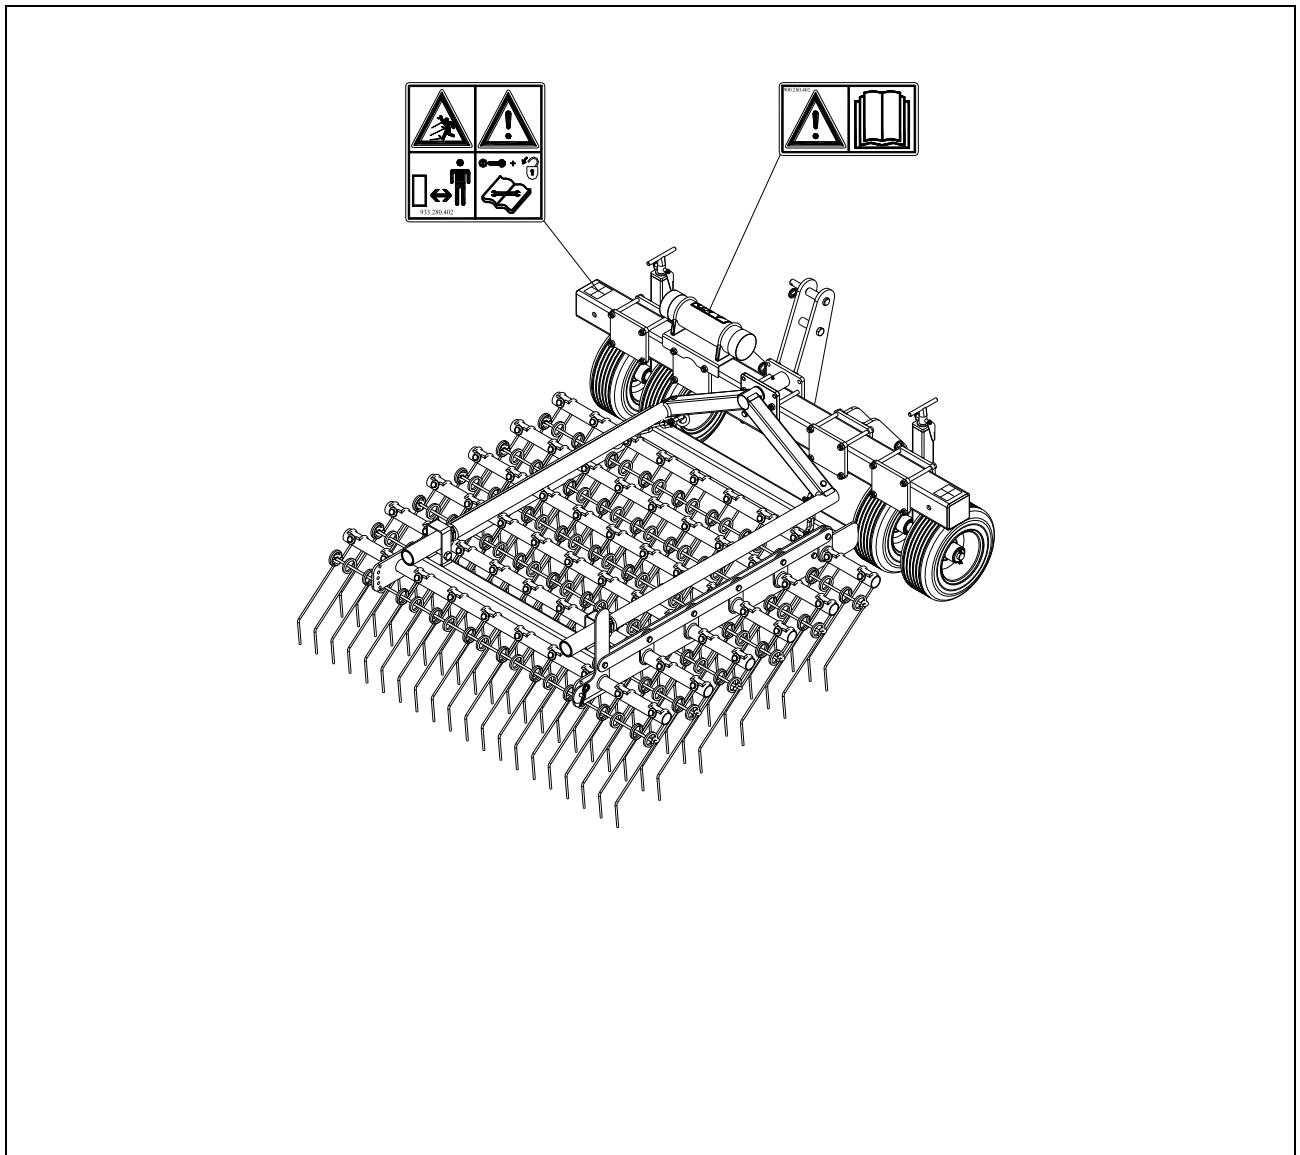

Fig. 5
A ambos lados del Verti-Rake (Fig. 5) hay pegatinas de seguridad (Fig. 2, 3, 4) con un significado parecido. Estas pegatinas de seguridad siempre deben ser bien visibles y legibles y deben ser repuestas cuando son dañadas.
7. Colocación de pegatinas de seguridad. (Fig. 5)